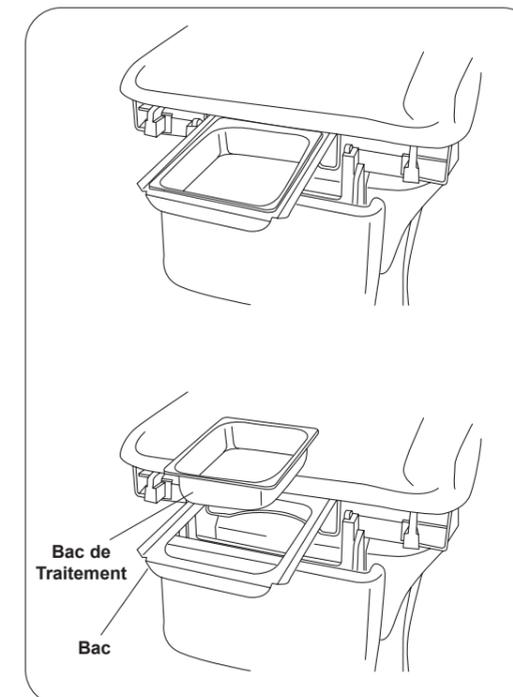

Figure 9. Plateau de traitement
1. Pour exposer le bac de traitement à l'utilisation, saisissez la poignée du bac et tirez jusqu'à ce que le bac soit complètement déployé (Figure 9).